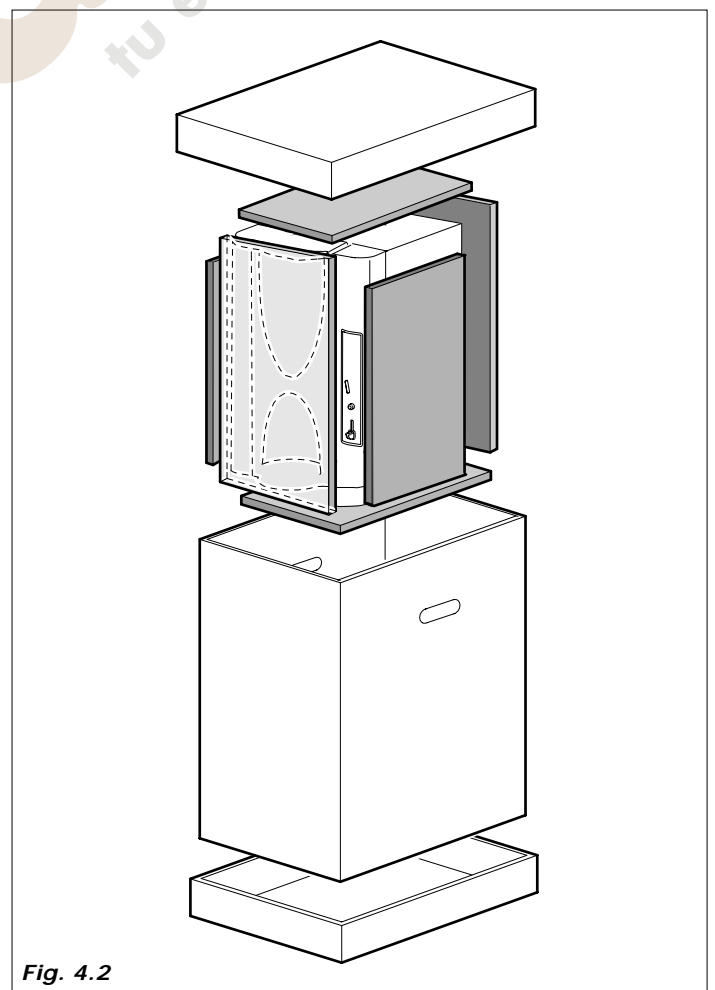

Fig. 4.2
En caso de almacenamiento, evitar remontar las máquinas, mantenerlas en posición vertical, en ambiente seco y con temperatura no inferior a 1º C. (Fig.4.2).
El distribuidor se suministra en una caja de cartón, protegido por un embalaje de poliestireno (Fig.4.2).
- Hay que liberar el distribuidor de su embalaje, extrayendo los paneles de poliestireno y retirándolo de la caja (Fig.4.2).